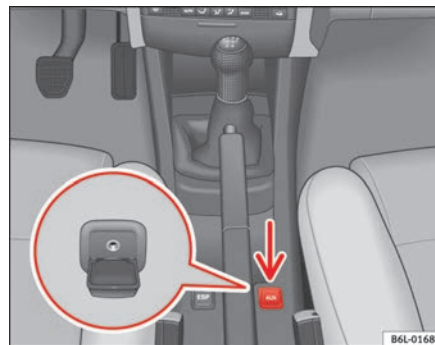

Fig. 84 Conector para la entrada auxiliar de audio
- Levante la tapa AUX. ⇒ fig. 84